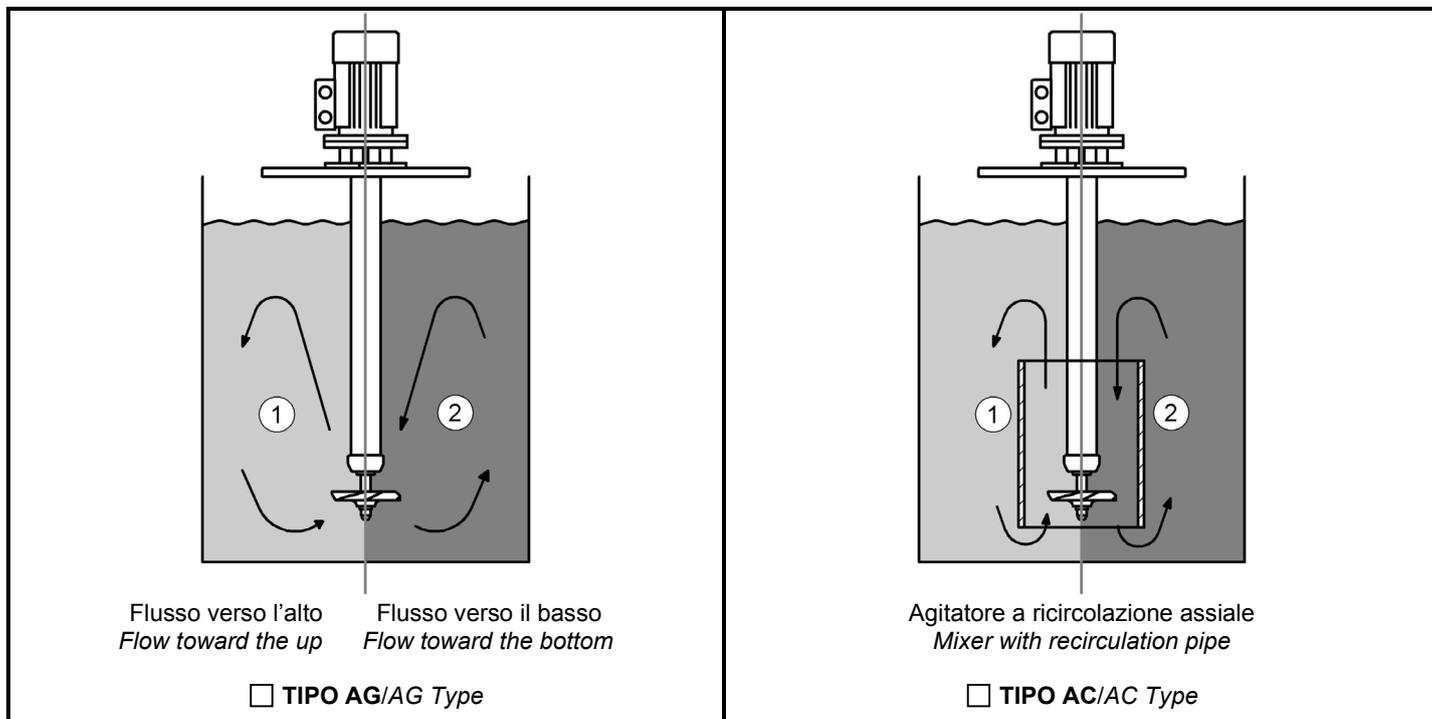

fig.1 DIVERSE CONFIGURAZIONI DI AGITATORI / DIFFERENT MIXERS VERSIONS
- assemblaggio con tubi di ricircolazione: questa variante costruttiva è identificata come **ACxxxx** (vedi fig. 1);
- *assembly with recirculation pipe: this manufacturing version is identified as **ACxxxx** (ref. to fig. 1);*